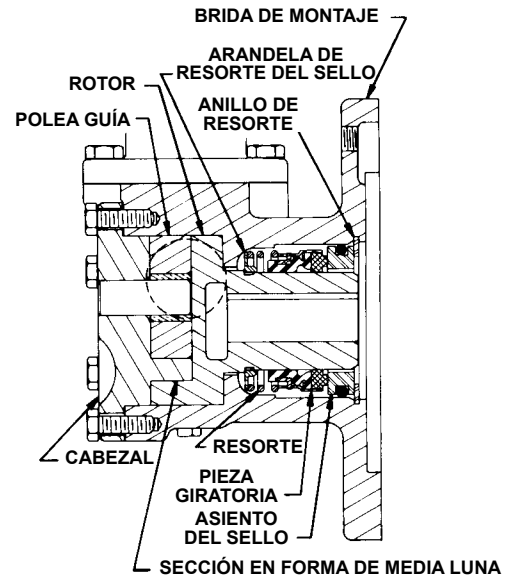

FIGURA 9
### Para volver a montar los modelos G475 ó GG475 Bombas de sello mecánico: consulte la Figura 9
Observe la posición correcta de la polea guía y de la sección en forma de luna (Consulte la Figura 9 y el paso 2 de Desmontaje). Apriete los tornillos prisioneros del cabezal y luego revise el espacio final.
6. **INSTALE EL SELLO MECÁNICO.** Deslice la arandela de resorte del sello sobre el cubo del rotor lo más lejos posible. Lave el cubo del rotor y el diámetro interior de la caja del sello con aceite liviano (no grasa) y monte el resorte, la pieza giratoria y el asiento del sello mecánico en su posición, consulte la Figura 9.